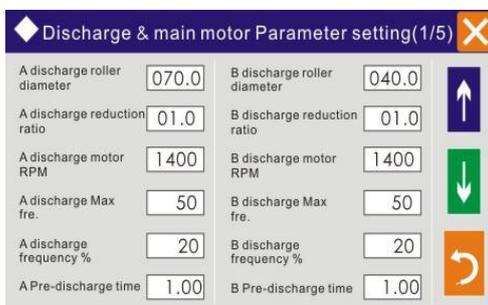

Fig. 17
4. Discharge setting (Fig. 17 to Fig. 20)